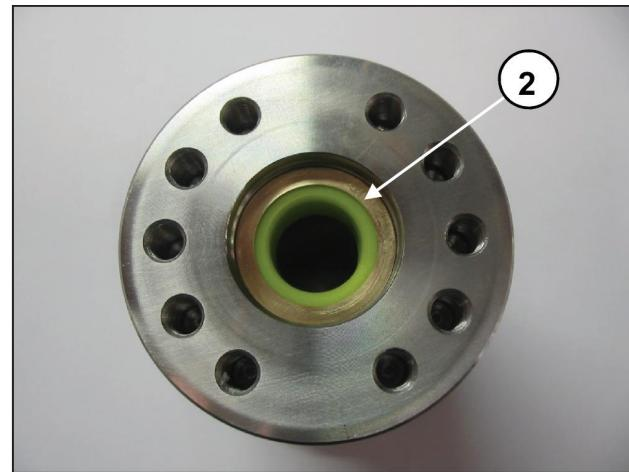
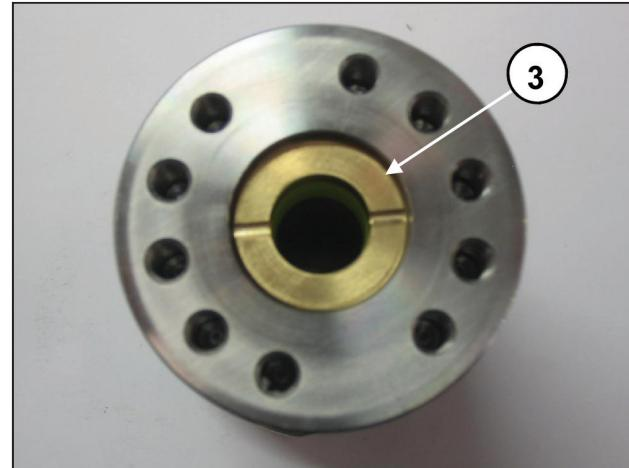
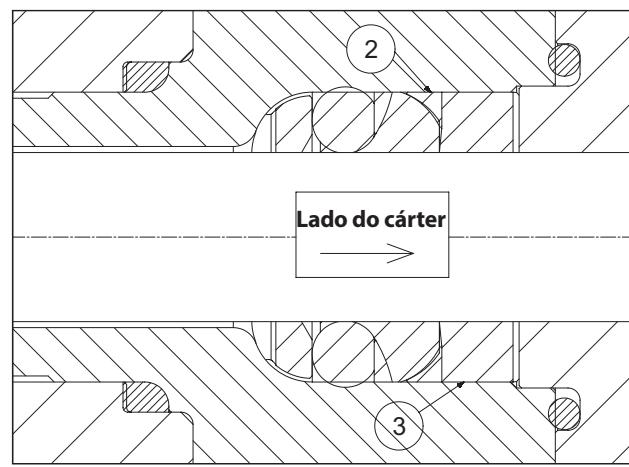

Fig. 124
Fig. 125
Fig. 126
- Introduza o anel anti-extrusão ② e o casquilho das juntas de estanqueidade ③ posicionados conforme as Fig. 124, Fig. 125, Fig. 126.
**!** O casquilho das juntas de estanqueidade ③ deve ser introduzido no suporte com as descargas voltadas para o exterior (lado do cárter), conforme indicado na Fig. 125 e na Fig. 126.